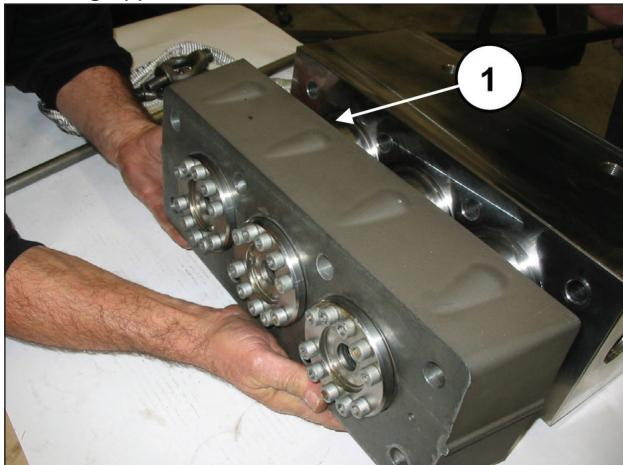

Abb. 100
Entfernen Sie das Distanzstück der Buchsen von den Buchsengruppen ab (Pos. ①, Abb. 100).